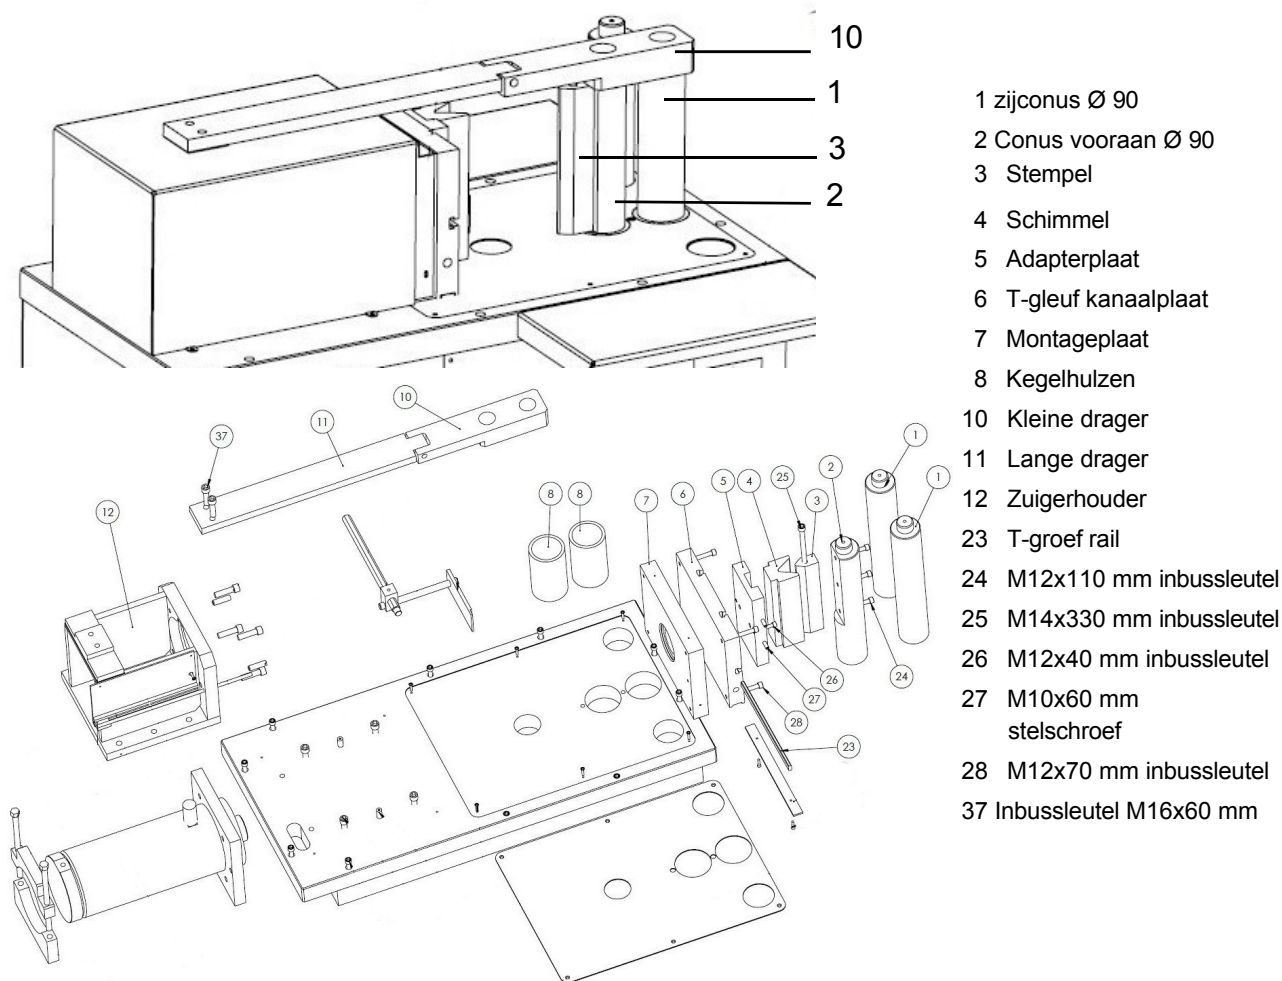

Fig. 33: Mallen en stempels monteren op de HBP-50
Stap 1: Bevestig de plunjier (item 3, Fig. 33) aan de voorste conus met de bijbehorende M12x110 mm inbusschroeven (item 24, Fig. 33) en de M14x330 mm inbusschroef (item 25, Fig. 33). Bevestig de kleine steun (item 10, Fig. 33) aan de voorste conus (item 2, Fig. 33) en de zijconus erachter (zie Fig. 33).
Stap 2: Voordat je de mal kunt bevestigen, moet je eerst de adapterplaat (pos. 5, Fig. 33) op de T-sleuf kanaalplaat (pos. 6, Fig. 33) monteren met behulp van de T-sleuf rail (pos. 23, Fig. 33) en de M12x40 mm inbusschroeven (pos. 26, Fig. 33). Je kunt nu de mal aan beide zijden op de adapterplaat klemmen met de M10x60 mm stelschroeven (pos. 27, Fig. 33) en afstellen. Bevestig de lange drager (pos. 11, Fig. 33) aan de zuigerhouder (pos. 12, Fig. 33) met de M16x60 mm inbusschroeven (pos. 37, Fig. 33).
Stap 1: Demonteer de kleine drager (afb. 32). Schroef bij het model HBP- 50 zowel de lange als de kleine drager los (fig. 33).
- Stap 5: Bevestig de pijpbuigmal op de T-sleuf kanaalplaat (afb. 32, item 7 of afb. 33, item 6) met behulp van de meegeleverde schroeven.